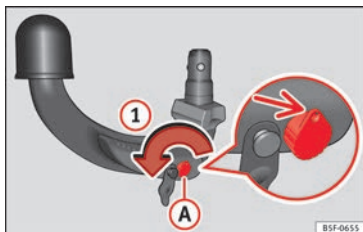

Fig. 209 Étape 1 :
- Tournez la clé dans le sens de la flèche (1) jusqu'à ce que la partie trouée de la clé atteigne sa position supérieure » fig. 209.